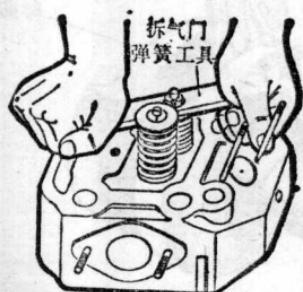

图2 拆卸气门
(1) 拆 卸 气 缸 盖 罩 和 气 缸 盖	<p>① 旋下机油压力指示阀进油处的管接螺栓; 卸下气缸盖罩</p> <p>② 取下空气滤清器和进气管; 取下消声器和排气管</p> <p>③ 拆下气门摇臂轴支座等机件, 取出进、排气门推杆</p> <p>④ 拆下高压油管; 旋下喷油器压板上的螺母, 取下压板和喷油器</p> <p>⑤ 拆下气缸盖和气缸盖衬垫; 拧松气缸盖螺母时, 应按对角次序交替进行</p> <p>⑥ 照图 2 那样, 压缩气门弹簧, 拆下气门锁夹、气门弹簧座和气门弹簧, 然后取出气门</p> <p>另外, 旋下吊环, 取下水箱和油箱</p>